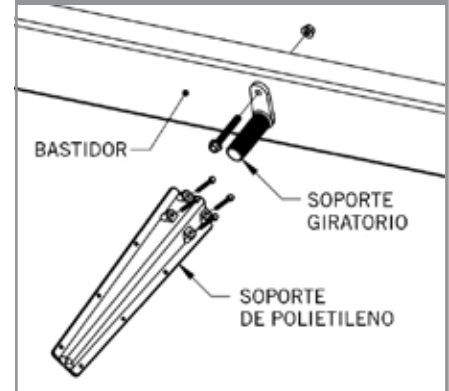

FIGURA 8
- Coloque cuatro tornillos de 5/16" x 3" a través del soporte de poliéster (10004593) y el bloque de apoyo (10001486) para sujetar el eslabón giratorio (10001472). (Ver la Figura 8)